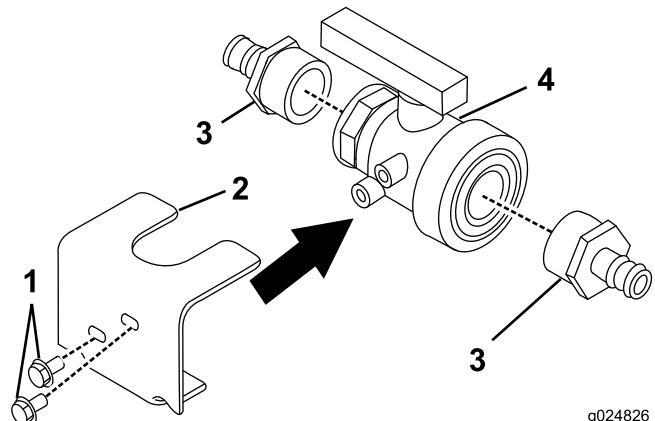

Figura 20
- Montate il gruppo montaggio valvola a sfera (Figura 20).